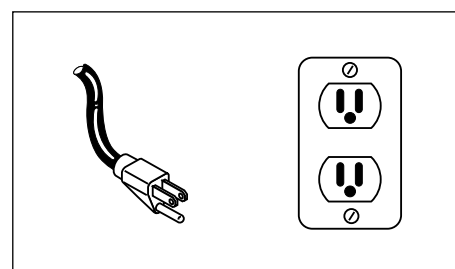

Figure 12 - Méthode de mise à la terre
1. Ce produit est conçu pour l'utilisation d'un circuit de 120 volts et a une fiche de mise à la terre comme celle indiquée sur la Fig. 12. Brancher ce produit seulement à une prise avec la même configuration de la fiche. Ne pas utiliser un adaptateur avec ce produit. Dans l'événement d'un court-circuit, la mise à la terre diminue le risque de secousse électrique en fournissant un fil d'échappement pour le courant électrique. Ce produit est équipé avec un cordon qui a un fil de terre avec une fiche de terre. La fiche doit être branchée dans une prise de courant qui a été installée et mise à la terre correctement en respectant tous les codes et règlements locaux.